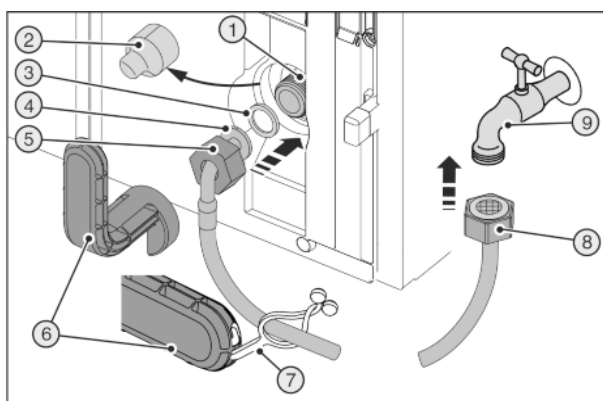
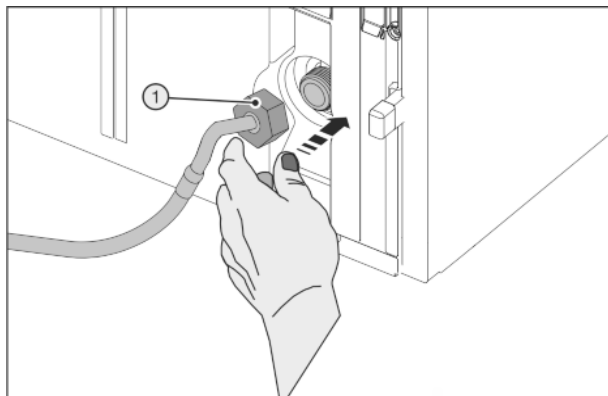

Fig. 28
Fig. 29
Rozbite urządzenie pomocnicze Fig. 28 (6)!
- ▶ Narzędzie pomocnicze Fig. 28 (6) stosować wyłącznie w temperaturze pokojowej.
- ▶ Zdjąć osłonę Fig. 28 (2).
- ▶ Ułatwiony montaż: Prostą końcówkę węża Fig. 28 (8) ułożyć na podłożu, po lewej stronie.
- ▶ Nasunąć nakrętkę Fig. 28 (5) na zagiętą końcówkę węża Fig. 28 (4) do końca i przytrzymać.
- ▶ Nawilżyć uszczelkę Fig. 28 (3) i docisnąć do nakrętki Fig. 28 (5).
- ▷ Uszczelka Fig. 28 (3) jest ułożona płasko i jest lekko przytrzymywana.
- ▶ Ostrożnie umieścić nakrętkę Fig. 29 (1) i przykręcić prosto dwoma palcami na gwincie, aż do uzyskania pewnego mocowania.
- ▶ Nakrętkę Fig. 29 (1) dokręcić przy użyciu narzędzia pomocniczego Fig. 28 (6) w kierunku zgodnym z ruchem wskazówek zegara do momentu osiągnięcia maksymalnego momentu obrotowego i przekręcenia narzędzia pomocniczego Fig. 28 (6).
- ▶ Przykręcić nakrętkę Fig. 28 (8) do zaworu odcinającego Fig. 28 (9).
- ▶ Nakrętkę Fig. 28 (8) dokręcić przy użyciu narzędzia pomocniczego Fig. 28 (6) w kierunku zgodnym z ruchem wskazówek zegara do momentu osiągnięcia maksymalnego momentu obrotowego i przekręcenia narzędzia pomocniczego Fig. 28 (6).
- ▶ Otworzyć zawór odcinający Fig. 28 (9) zasilania wodą i sprawdzić szczelność całego systemu wodnego.
- ▶ Nakładkę Fig. 28 (7) zaczepić w narzędziu pomocniczym Fig. 28 (6) i przymocować do węża z pancerzem ze stali nierdzewnej w celu przechowania.